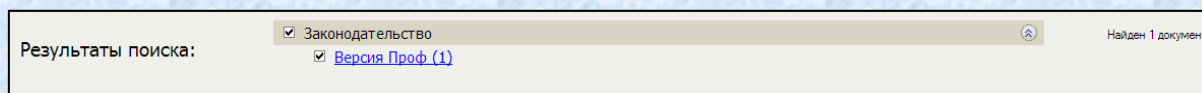

Рисунок 7 – Результаты поиска документа
6. В Карточке поиска области *Результаты* поиска щелчком мышки по ссылке *Версия Проф (1)* (рисунок 7) откройте список найденных документов, в данном случае этот список будет состоять из одного пункта;